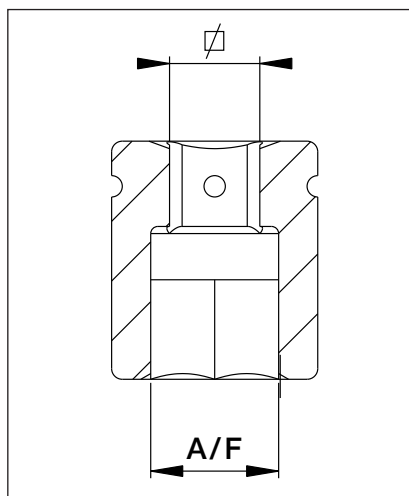

Рис. 33
6.7 Размеры, шестигранные головки серии BSH (рис. 33)
6.7 Размеры, шестигранные головки серии BSH (рис. 33 - продолжение)